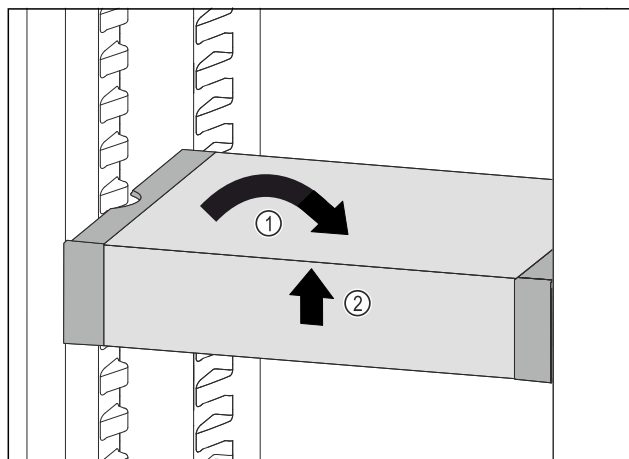

Fig. 192
- ▶ Állítsa egyenesbe a VarioSafe fiókot. Fig. 192 (1)
- ▶ Elöl emelje meg a VarioSafe fiókot. Fig. 192 (2)